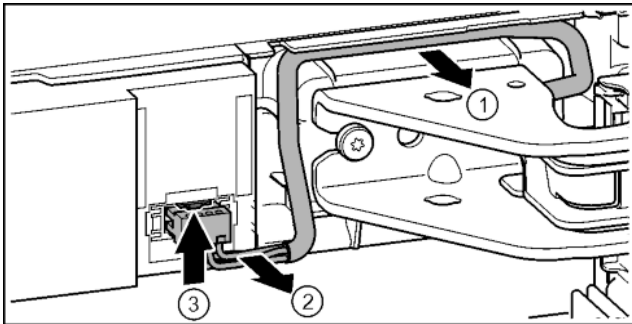

Fig. 20
- ▶ Kabel über Lagerbock vorsichtig aus der Führung lösen. Fig. 20 (1)
- ▶ Kabellitzen vorsichtig aus Kanal ziehen. Fig. 20 (2)
- ▶ Lasche nach oben drücken und Stecker vorsichtig herausziehen. Fig. 20 (3)